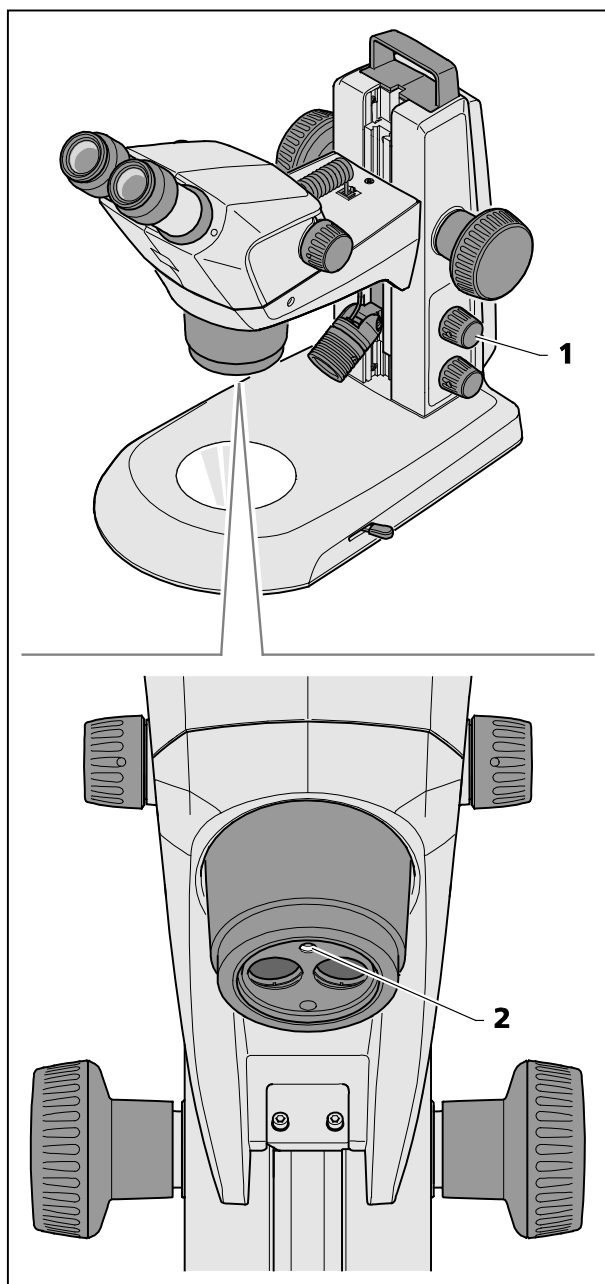

図 20 垂直照明の調整
- 回転ボタン (図 20/1) を 1 回押す毎に、垂直照明 (図 20/2) のオン/オフが切り替わります。